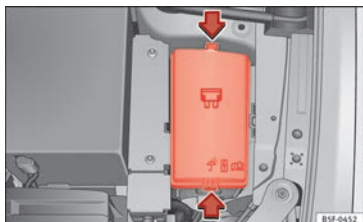

Fig. 101 Nel vano motore: coperchio della scatola dei fusibili.
- Premere le linguette di blocco per sbloccare il coperchio della scatola dei fusibili » **fig. 101.**